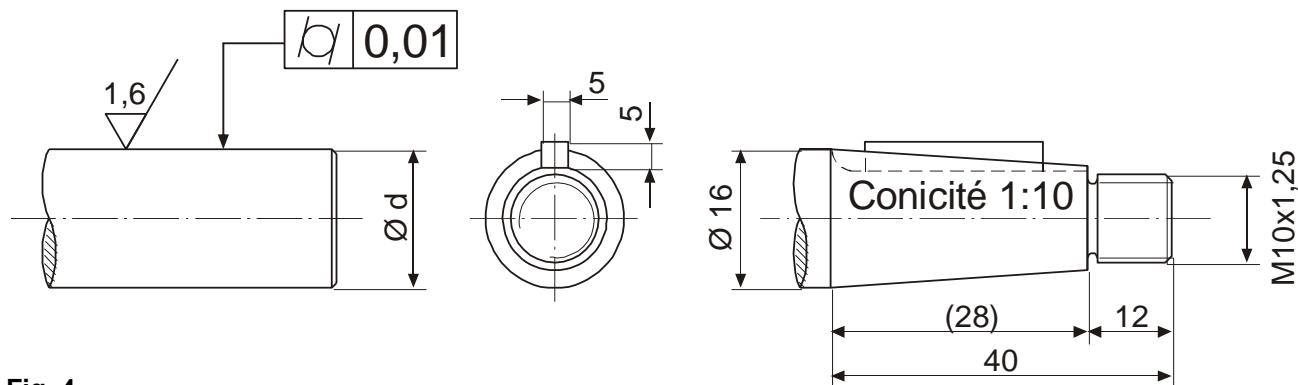

Fig. 4
- ☐ Les tolérances représentées en fig. 4 sont à respecter.